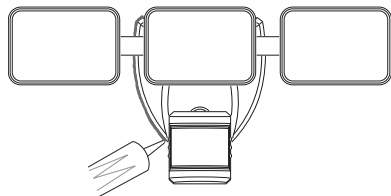

Figura 6
- Calafatee alrededor de la placa de montaje y de la superficie de montaje con un sellador de silicona (vea la Figura 6).